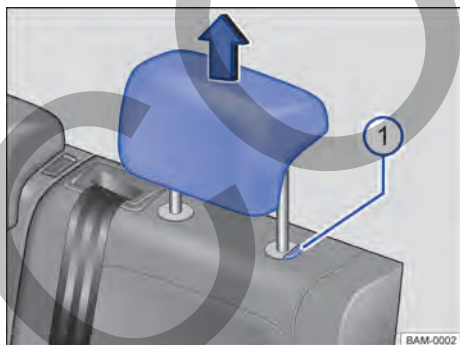

Fig. 68 Apoyacabezas traseros: desinstalar.
- Retirar el apoyacabezas con el botón → fig. 68 ① presionado.
- Empujar hacia abajo el apoyacabezas con el botón → fig. 68 ① presionado.